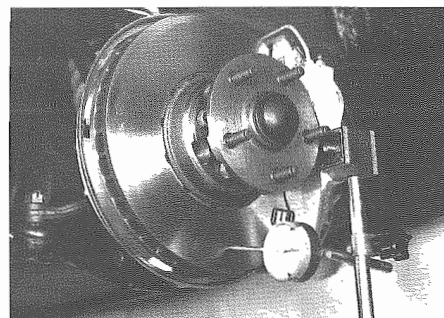

Fig. 7 - Fissare il portacomparatore
- Fissare il portacomparatore sul caliper con un blocchetto magnetico (**Fig. 7**).
- Fit gauge holder on the caliper using a magnetic block (**Fig. 7**).